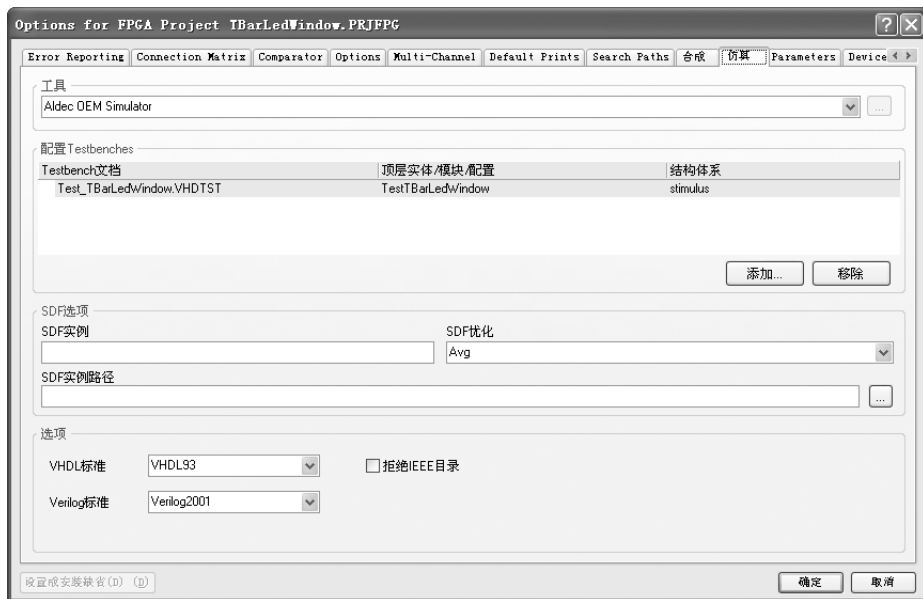

图 14-21 “仿真”选项卡
3) 选择菜单命令“工程”→“工程参数”，在打开的对话框中单击“仿真”标签，打开“仿真”选项卡，如图 14-21 所示。